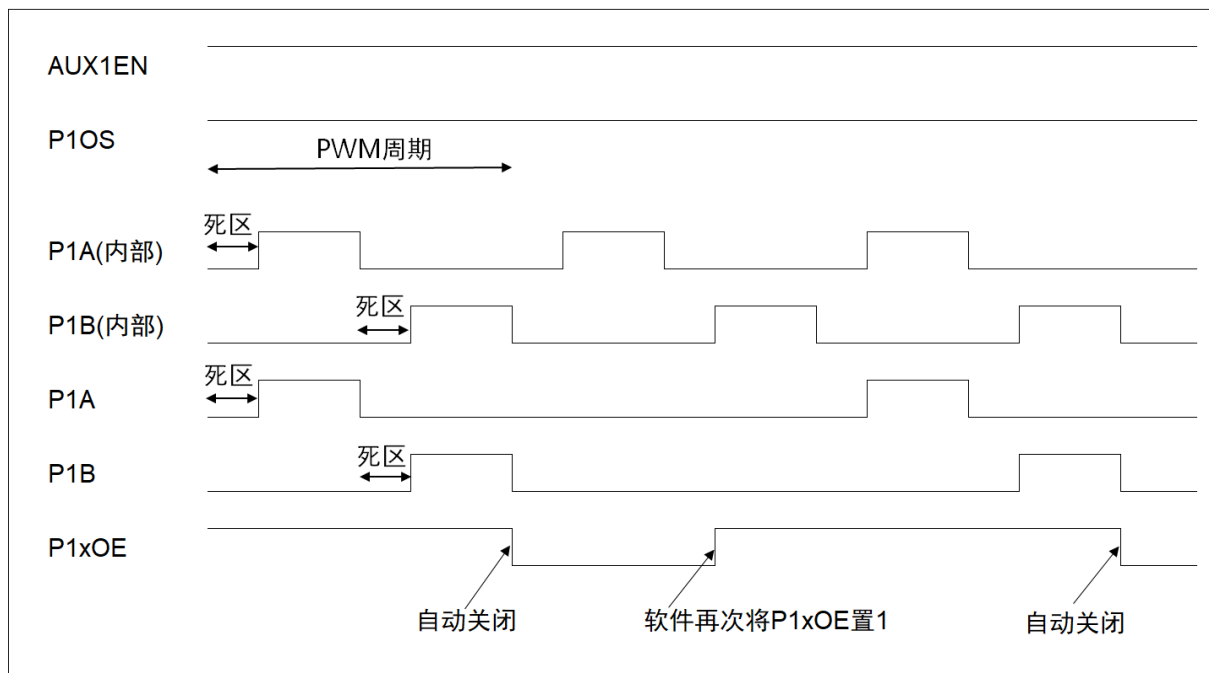

图 10-17 PWM 单脉冲输出 (辅助功能)
2. 单脉冲模式下，输出一次脉冲波形后，P1xOE 自动清零，但 PWM 计数器保持运行，如果软件再次将 P1xOE (x=A~F) 置 1，则在下一个 PWM 周期，PWM 引脚 P1x (x=A~F) 将再次输出一次脉冲波形，如图 10-17。